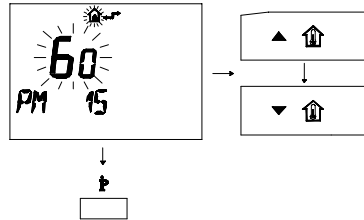

fig. 5.28
- 4 Modificare il *SET* programmato agendo sui pulsanti o fino a visualizzare un *set di 60*, aspettare che il numero programmato cominci a lampeggiare (fig. 5.28)